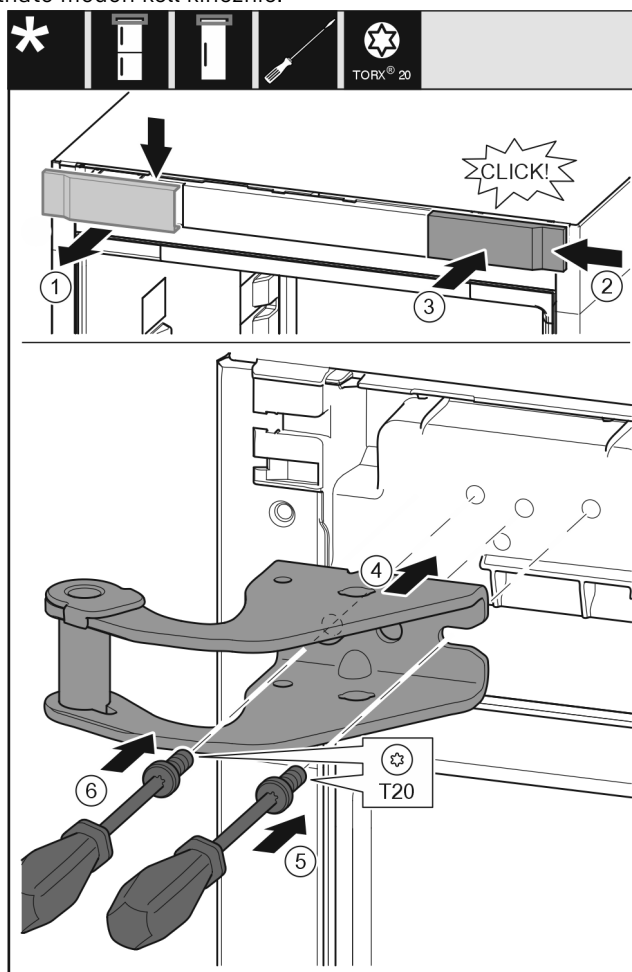

Fig. 31
- ▶ Vegye ki felülről az alsó fedelet előrefelé. Fig. 31 (1)
- ▶ Akassza be a fedelet 180°-kal elfordítva a másik oldalra jobbról. Fig. 31 (2)
- ▶ Pattintsa be a fedelet. Fig. 31 (3)
- ▶ Helyezze fel a felső csapágybakot. Fig. 31 (4)
- ▶ Helyezze fel és húzza meg a csavart a T20 csavarhúzóval. Fig. 31 (5)
- ▶ Helyezze be és húzza meg a csavart a T20 csavarhúzóval. Fig. 31 (6)